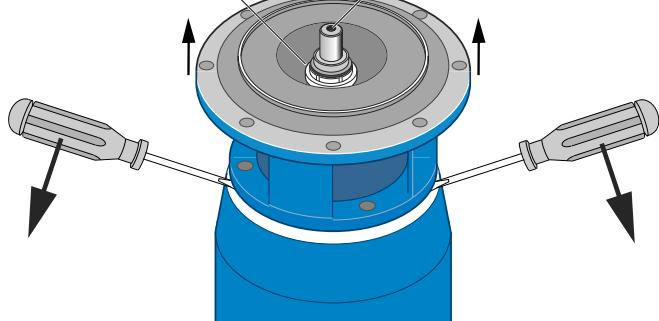

Figure 4
7. À l'aide de deux tournevis (Figure 4) ou d'un extracteur de pignon, séparer prudemment le moteur de l'ensemble adaptateur et plaque d'étanchéité, afin de pouvoir sortir la moitié rotative du joint (Réf. 10) avec l'adaptateur et la plaque d'étanchéité. Il se peut que le manchon de l'arbre (Réf. 2A) vienne avec le joint.